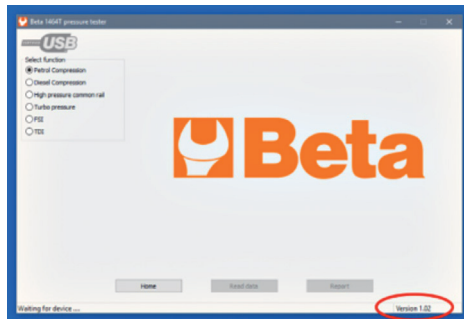

Abb. 1
- Überprüfen, dass die Softwareversion des PCs 1.2 oder höher ist. Falls die Softwareversion des PCs älter ist, die Software ausführen, um sie automatisch zu aktualisieren; nach erfolgtem Start der Software etwa eine Minute abwarten, damit die neue Software des PCs heruntergeladen wird; beim nächsten Start der Software ist die neue Version installiert. (Die Version wird in der Ecke unten rechts des Fensters angezeigt. Siehe Abb. 1)